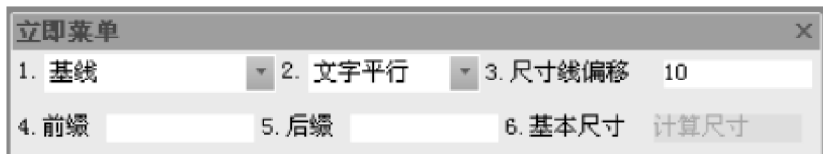

图 5-9 基线标注立即菜单 1
1) 如果拾取一个已标注的线性尺寸，则该线性尺寸就作为基线标注中的第一基准尺寸，并按拾取点的位置确定尺寸基准界线，再按提示标注后续基准尺寸，对应的立即菜单如图 5-9 所示。